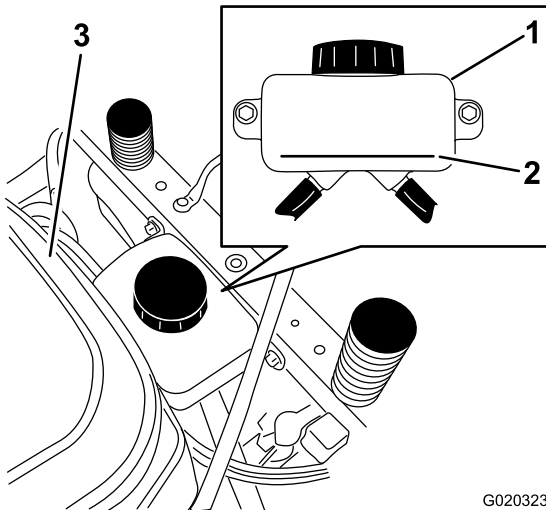
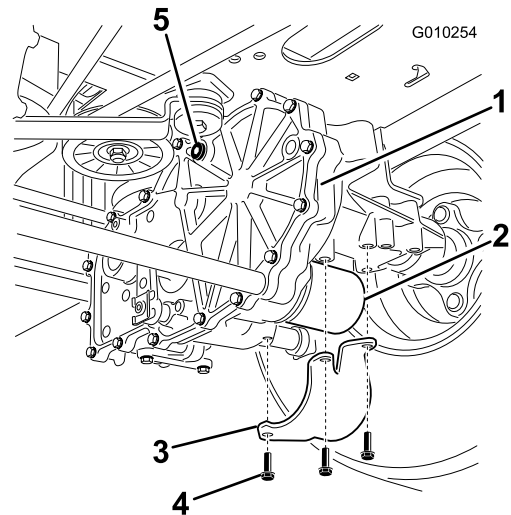

Figura 49
Figura 50
3. Localice el filtro y los protectores de cada sistema de tracción del transeje (Figura 50).
4. Retire los tres tornillos que sujetan el protector del filtro, y retire el protector (Figura 50).
- A. Compruebe que los tapones de ventilación y el tapón del depósito han sido retirados antes de añadir el aceite (Figura 49 y Figura 50).
- B. Vierta lentamente aceite del tipo especificado en el depósito de expansión hasta que salga aceite de uno de los orificios de ventilación (Figura 50), y deje de verter aceite.
- C. Instale el tapón en ese orificio (Figura 50).
- D. Siga añadiendo aceite a través del depósito de expansión hasta que el aceite salga del otro orificio de ventilación de la segunda transmisión, y deje de verter (Figura 50).
- E. Instale el tapón en ese orificio (Figura 50).
7. Siga añadiendo aceite a través del depósito de expansión hasta que llegue a la línea FULL COLD del depósito de expansión, y instale el tapón del depósito (Figura 49).
la línea FULL COLD del depósito de expansión (Figura 49).
6. Pare el motor y verifique el nivel de aceite del depósito de expansión. Añada aceite del tipo especificado hasta que llegue a la línea FULL COLD del depósito de expansión (Figura 49).